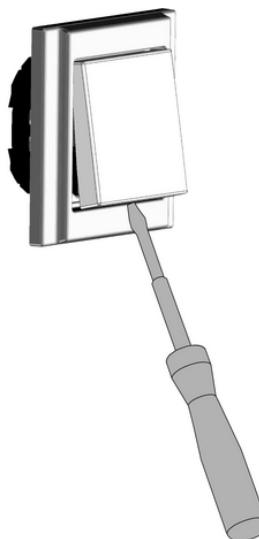

Bild 5: Abdeckung demontieren
- i** Abdeckung (4) und Design-Rahmen (2) nicht beschädigen.
- Schraubendreher in Aussparung an der Unterseite einsetzen (Bild 5) und Abdeckung (4) vorsichtig abhebeln.
- Schraube (5) lösen.
- Elektronik-Aufsatz (3) vom Einsatz abziehen.
- Abdeckung (4) abnehmen (Bild 5).